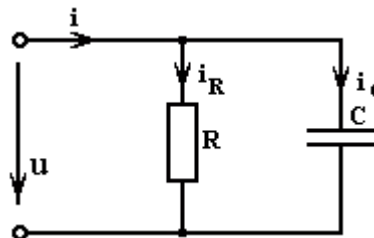

Рисунок 2.11
1. Изобразим схему цепи (рисунок 2.11)